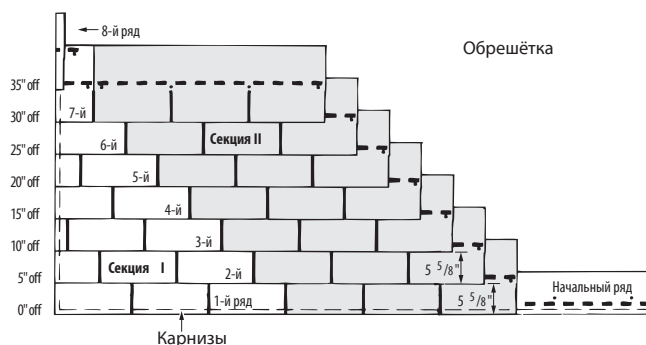

Рис. 10-15. Восмирядный метод укладки с отрезанием по 12,7 см и монтажом с уступом по диагонали.
3. Продолжайте укладку начального ряда, монтируя целые гонты начального ряда вдоль карнизов. (Рис. 10-15).
1. В начале второго ряда отрежьте 12,7 см от левого края гонта и уложите оставшийся кусок шириной 87,3 см на гонт первого ряда, вровень с левым краем гонта первого ряда, оставив открытым участок гонта первого ряда высотой 14,3 см (Рис. 10-15).
3. Уложите «Секцию II», как показано на Рис. 10-15, монтируя целые гонты напротив восьми рядов «Секции I». Это необходимо сделать до начала укладки девятого ряда. Эти гонты «Секции II» должны быть установлены встык с гонтами «Секции I».